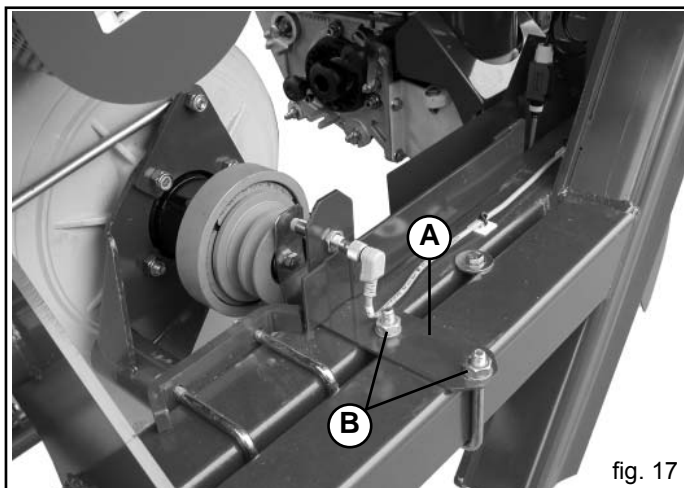

fig. 17
Si está montado el sensor de velocidad de rotación del soplador (r.p.m.), hay que verificar su correcta posición delante del campo de lectura (véase Manual de instrucciones accesorio). Si fuera necesario, desplace el soporte del sensor (A Fig. 17) aflojando los tornillos (B).